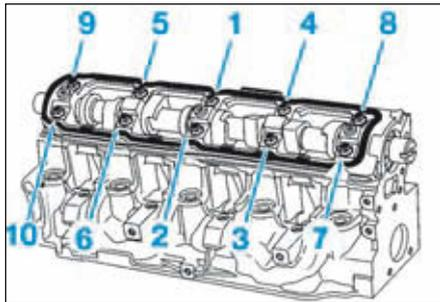

FIG.71
- Serrer les vis de fixation du carter-chapeaux de paliers d'arbre à cames en respectant l'ordre et le couple de serrage prescrits (Fig.71).